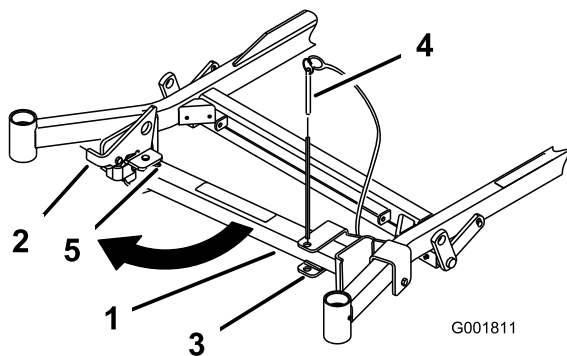
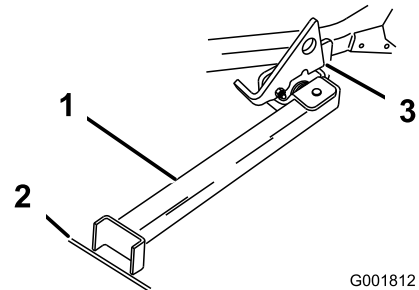

Figura 35
Figura 36
2. Retire el pasador del soporte (Figura 35).
3. Levante el enganche. Gire el pie del soporte hacia adelante, y deslice el soporte hacia la máquina, hasta que encaje en la parte de abajo de la ranura (Figura 35 y Figura 36).
6. Ponga el pie del soporte en el suelo con el enganche descansando sobre la pestaña de giro (Figura 36).
Nota: Para obtener los mejores resultados, coloque el pie del soporte en una ranura de la acera o en el césped (Figura 36).
8. Conduzca la máquina sobre el soporte. Pare cuando el enganche caiga por encima de la pestaña a la posición bloqueada (Figura 36). Una vez que esté sobre el soporte, ponga el freno de estacionamiento y apague el motor.
- Ponga el soporte de nuevo en su posición de descanso (Figura 35).